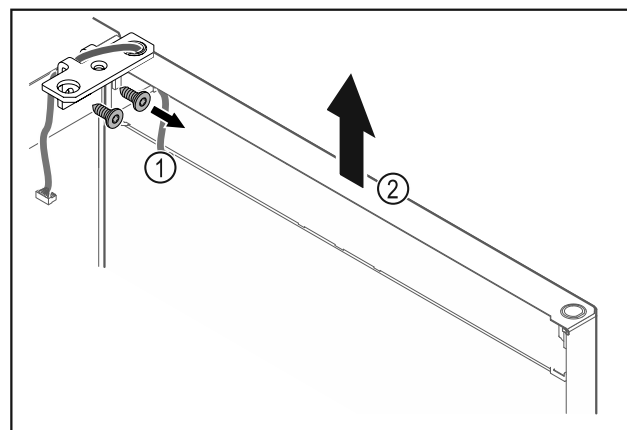

Fig. 26
- Lironi vidat e profilit të menteshës Fig. 26 (1).
- Ngrini drejt lart derën së bashku me profilin e menteshës Fig. 26 (2) rreth 200 mm dhe hiqeni.